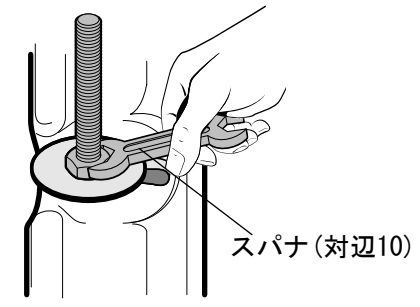

図9
⑥六角ナットをスパナ(対辺10)で回しボウルに完全に固定します。(図9参照)